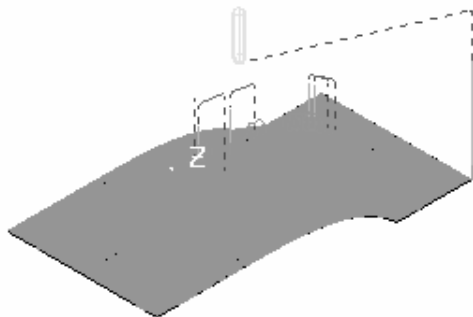

图 2-163 生成的刀具路径
7) 在“三维偏置精加工”对话框中单击“计算”按钮和“接受”按钮，确定参数并退出对话框，生成的刀具路径如图 2-163 所示。